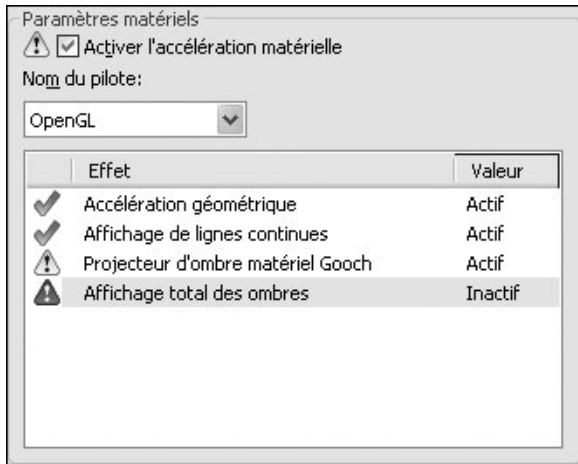

Fig.22.10
- **Affichage des ombres** (Shadow display) : contrôle l'affichage des ombres. Les options sont : pas d'ombre, ombres sur le sol uniquement, ombres pleines. Il est conseillé de désactiver les ombres pour augmenter les performances. Pour afficher les ombres complètes, il convient d'activer l'accélération matérielle. Lorsque l'option **Accélération géométrique** est désactivée, les ombres complètes ne peuvent pas être affichées. (pour accéder à ces paramètres, entrez config3d sur la ligne de commande). Dans la boîte de dialogue Dégradation adaptative et ajustement des performances, choisissez Ajuster manuellement (fig.22.10).